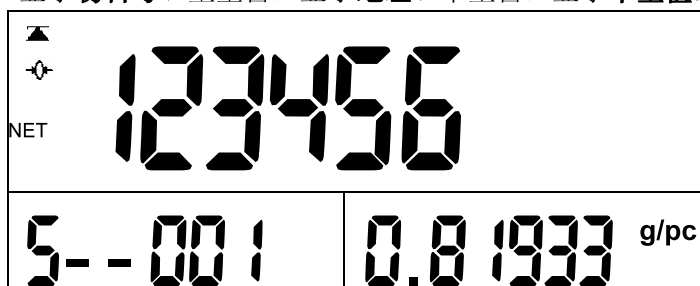

图 37
a. 在调用数据后，长按**警示预设**第一屏显示如图 37：（数量窗口显示**物料号**、重量窗口显示**地址**、单重窗口显示**单重值**）